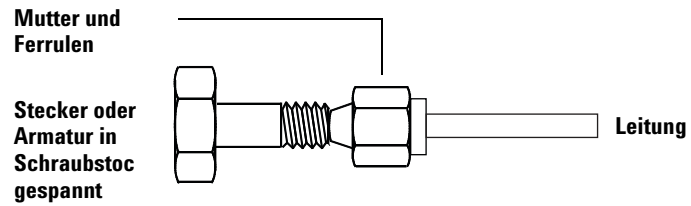

Abb. 9 Montage der Armatur
- 3 Schieben Sie die Leitung in den Edelstahlstecker (Abb. 9).